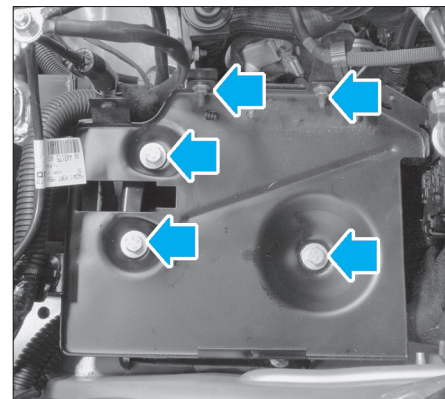

FIG. 16
- Débrancher et déposer la batterie, puis son support (flèches) (Fig.16).